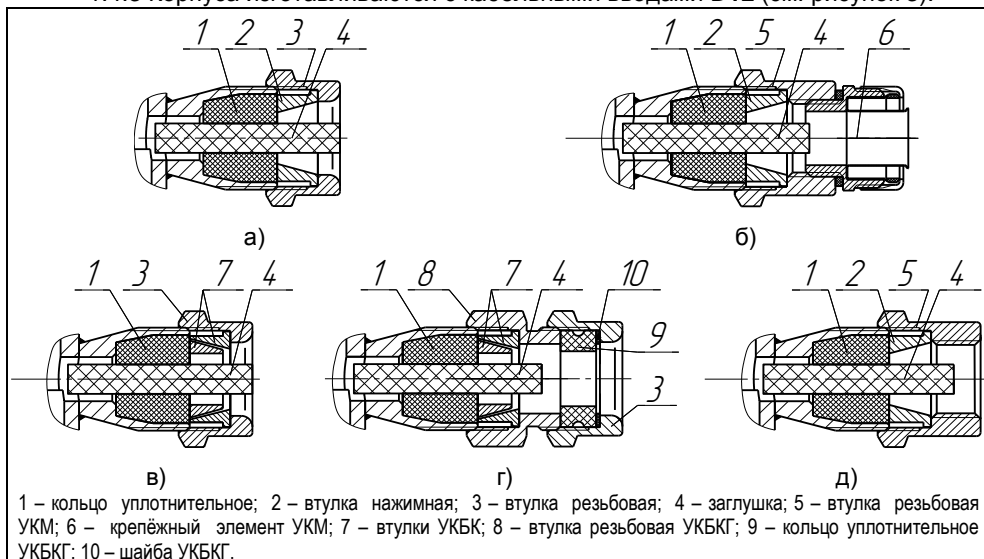

Рисунок 3 – Элементы кабельных вводов:
1.4.3 Корпуса изготавливаются с кабельными вводами **D12** (см. рисунок 3).
Кабельные вводы, изготавливаемые по умолчанию, (см. рисунок 3, а) содержат кольцо уплотнительное 1, втулку нажимную 2, втулку резьбовую 3, заглушку 4.
Варианты исполнения кабельных вводов с устройством крепления металлорукава содержат втулку резьбовую 5 с резьбой под крепёжный элемент 6, в котором фиксируется металлорукав (см. рисунок 3, б). Кабельный ввод имеет варианты исполнения **УКМ10**, **УКМ12**, **УКМ15** и **УКМ20** для крепления металлорукава с внутренним диаметром 10, 12, 15 и 20 мм соответственно.
Вариант исполнения кабельного ввода с устройством крепления бронированного кабеля содержит втулки 7 (см. рисунок 3, в). Фиксация брони кабеля осуществляется между втулками 7 при наворачивании втулки резьбовой 3. Вариант исполнения кабельного ввода **УКБК16** предназначен для крепления бронированного кабеля с наружным диаметром до 16 мм. Вариант **УКБК16** обеспечивают надежное электрическое соединение брони кабеля с корпусом преобразователя.
Вариант исполнения кабельного ввода с герметизированным устройством крепления бронированного кабеля (см. рисунок 3, г) содержит втулки 7 для фиксации брони кабеля при наворачивании втулки резьбовой 8, а также кольцо уплотнительное 9, шайбу 10 и втулку резьбовую 3 для герметизации по оболочке кабеля. Данный вариант кабельного ввода комплектуется двумя кольцами уплотнительными 9. Одно кольцо устанавливается в кабельный ввод, другое прикладывается. Каждое кольцо имеет свой диапазон допустимых наружных диаметров монтируемого кабеля. Вариант исполнения кабельного ввода **УКБКГ16** предназначен для крепления бронированного кабеля с диаметром по броне до 16 мм и наружным диаметром от 10 до 15 мм или от 14 до 19 мм. Вариант **УКБКГ16** обеспечивают надежное электрическое соединение брони кабеля с корпусом преобразователя.
Вариант исполнения кабельного ввода с устройством крепления трубы содержит втулку резьбовую 5 с внутренней резьбой под крепление трубы (см. рисунок 3, д). Вариант исполнения кабельного ввода **УКТ1/2** предназначен для крепления трубы с наружной резьбой G 1/2.